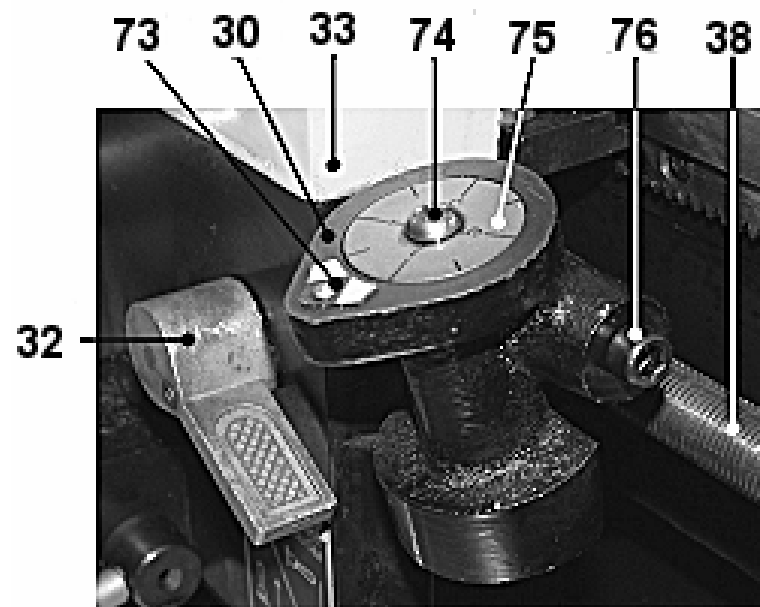

Рис. 21
10.7.8. По мере приближения резца (57) к концу нарезаемой резьбы, отведите резец (57), используя маховик (35) подачи поперечного суппорта, п. 10.3., Рис. 15, а переключателем (7) направления вращения шпинделя, Рис. 14, измените направление вращения. **Не переключайте ручку (32) управления разъемной гайкой ходового винта (38) при выполнении операции нарезания резьбы до конца изготовления резьбы, Рис. 21.**
10.8. Индикатор нарезания резьбы (Рис. 21)
10.8.6. Маховиком (35) подачи поперечного суппорта (31), Рис. 2, установите глубину резания, не превышая 0,2 мм за один проход. Опустите вниз ручку (32) управления разъемной гайкой ходового винта (38) и начните нарезание резьбы, Рис. 21.
10.8.7. По мере приближения резца (57) к концу резьбы отведите резец (57), используя маховик (35) подачи поперечного суппорта (31), Рис. 15. Поднимите вверх ручку (32) управления разъемной гайкой ходового винта (38), Рис. 21. Вращая маховик (36) ручной подачи каретки (33), Рис. 15, отведите каретку (33) назад к началу нарезания резьбы. Наблюдайте за вращающимся диском (75) индикатора нарезания резьбы (30). По мере совмещения метки (73), на корпусе индикатора нарезания резьбы (30) и ранее выбранного вами по таблице 5 числа индикаторного диска (75), резко опустите вниз ручку (32) управления разъемной гайкой ходового винта (38) и начните нарезание резьбы. Повторяйте цикл нарезания резьбы до окончательных размеров.